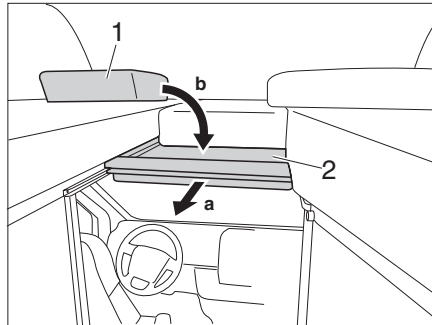

Bild 56 Skiljeplattan till förarhytten
- Dra sängbotten (Bild 56,2) framåt i handtaget.
- Lägg dynorna (Bild 56,1) på sängbotten.
- Lägg dynorna (Bild 56,1) åt sidan
- Skjut sängbotten (Bild 56,2) bakåt.